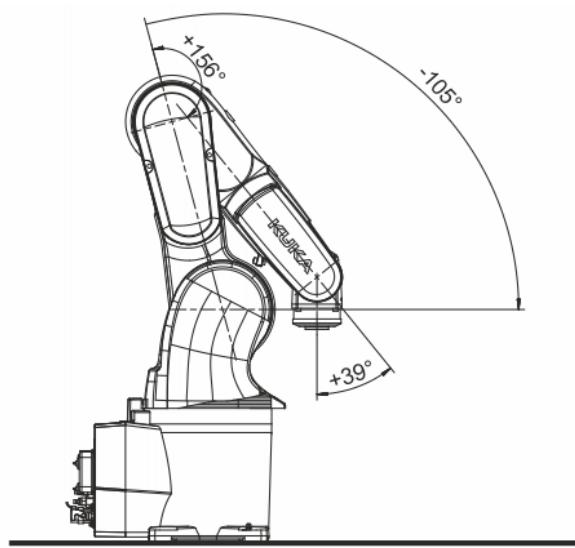

Abb. 11-3: Transportstellung
- Roboter in Betrieb nehmen und in Transportstellung verfahren (>>> Abb. 11-3).